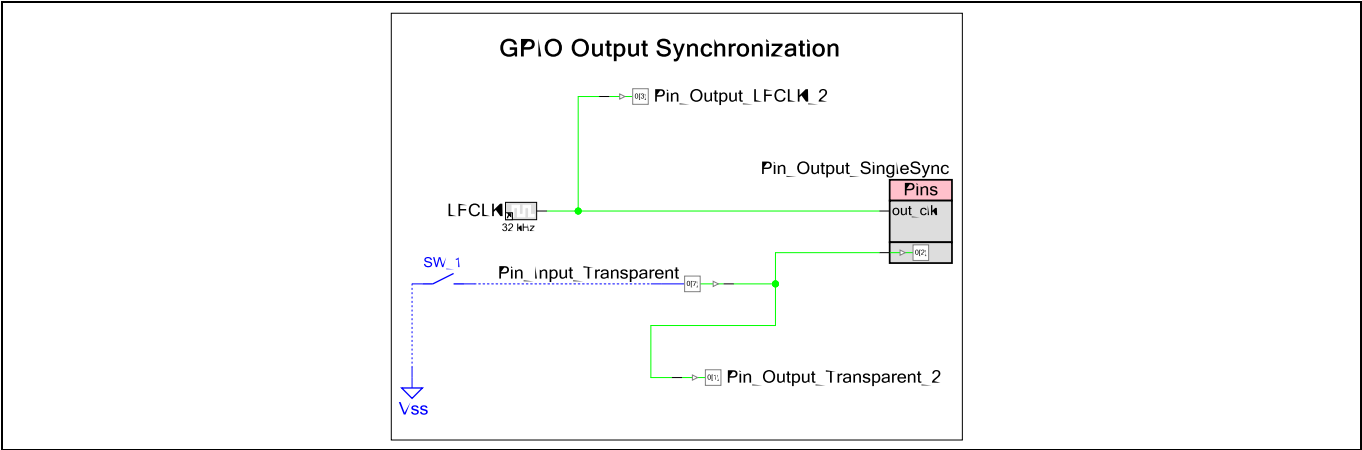

Figure 63 GPIO 出力同期回路図の例
- Figure 63 に示すように、ピンを接続してください。